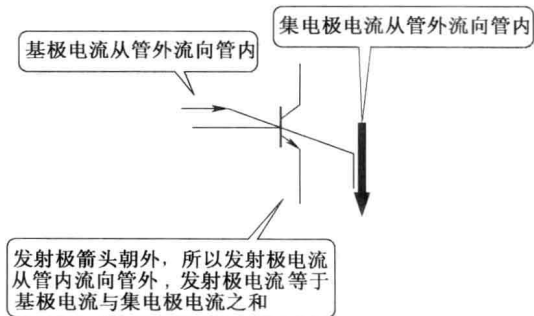

图 1-15 NPN 型三极管电路符号识图信息示意图
(1) **NPN 型三极管电路符号识图信息。**图 1-15 所示是 NPN 型三极管电路符号识图信息示意图。电路符号中发射极箭头的方向指明了三极管 3 个电极的电流方向,在分析电路中三极管电流流向、三极管直流电压时,这个箭头指示方向非常有用。